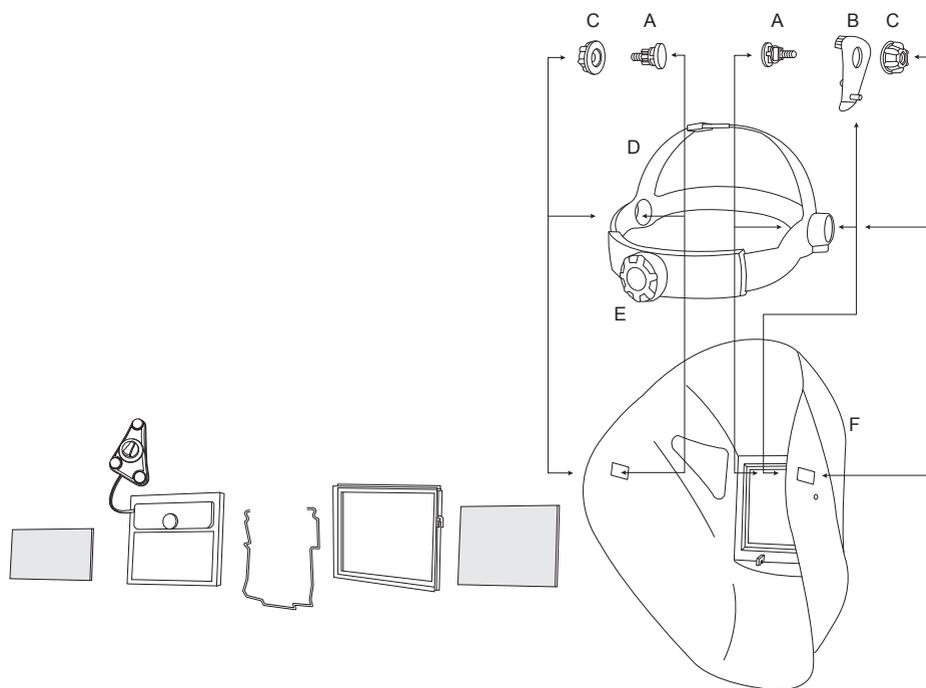

Рис. 1
1. Вставьте винты (А) в отверстие на механизме крепления (D).
2. Вставьте механизм головного крепления (D) в маску (F), как показано на рис. 1 и протолкните винты (А) в прямоугольные отверстия в маске.
3. С правой стороны между винтом (А) и маской (F) вставьте пластину для регулирования наклона (В) таким образом, чтобы штырек закрепился в одном из трех предназначенных для этого отверстий в маске. Для оптимального комфорта выберите подходящее отверстие.
5. Отрегулируйте крепежный механизм (D) в соответствии с размером головы при помощи заднего ролика (Е). Нажмите на колесико. Удерживайте его в нажатом положении во время регулировки. Достигнув необходимого положения, отпустите колесико, и крепежный механизм будет зафиксирован в установленном положении.